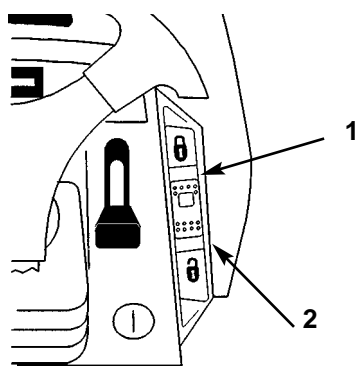

Figure 15
Le régulateur de vitesse est en option sur certains modèles. Un levier à trois positions (SET-LOCK, ON, OFF-UNLOCK) (PROGRAMMATION, EN SERVICE, HORS SERVICE) située sur le tableau de bord (Fig. 15) commande la mise en service du régulateur de vitesse, qui maintient la position de commande de déplacement sans pression du pied. Le régulateur de vitesse est prévu pour être utilisé en marche avant seulement. Ne pas l'utiliser en marche arrière.
1. Commencer à conduire le tracteur; se reporter à la section *Conduite en marche avant ou arrière*. Tout en gardant le pied sur la commande de déplacement, avancer le levier du régulateur de vitesse (Fig. 15) à la position "SET LOCK" (PROGRAMMATION).
1. Tout en gardant le pied sur la commande de déplacement, ramener le levier du programmeur de vitesse (Fig. 15) jusqu'à la position "UNLOCK-OFF".